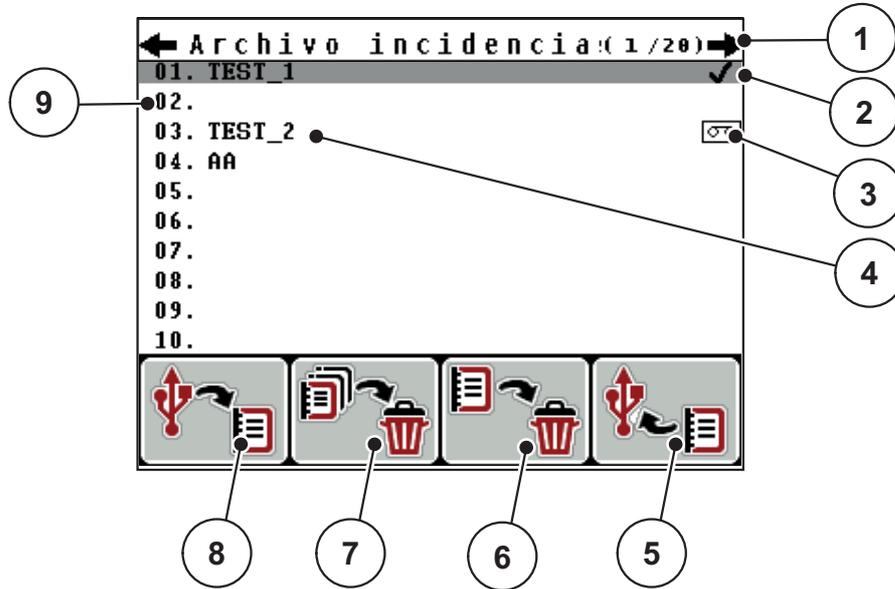

Imagen 4.20: Menú Archivo incidencias
2. Pulsar la tecla de función **F1** (véase Imagen 4.20).
2. Pulsar la tecla de función **F4** (véase Imagen 4.20).
3. Pulsar la tecla de función **F3** bajo el símbolo **Borrar** (véase Imagen 4.20).
2. Pulsar la tecla de función **F2** bajo el símbolo **Borrar todos** (véase Imagen 4.20).